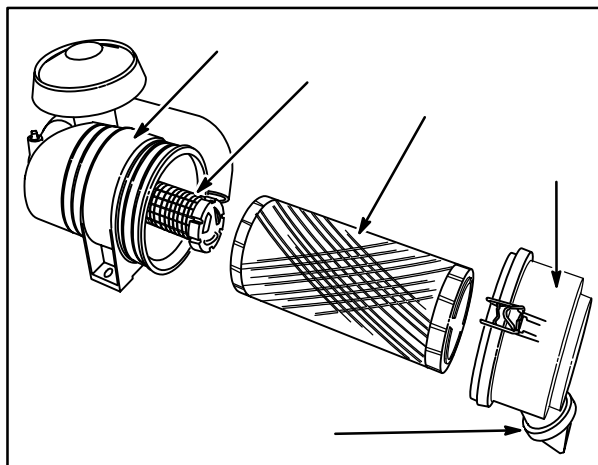

Fig. 4
1. Remova o resíduo do filtro de ar, espremendo as extremidades da válvula de resíduos (5), Fig. 4.